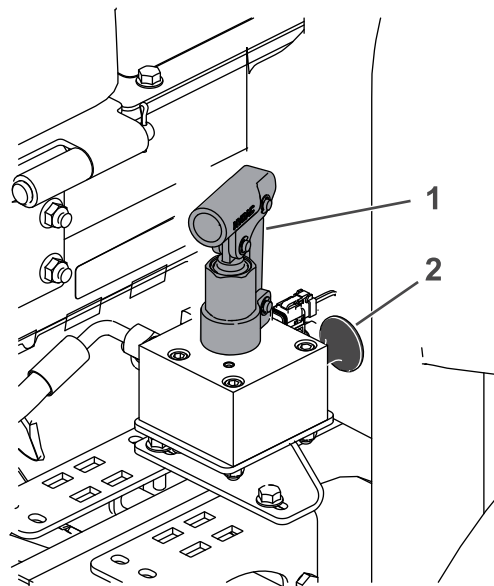

Рисунок 100
4. Найдите коллектор выключения тормозов рядом с передним правым колесом и за гидравлическим баком (Рисунок 100).